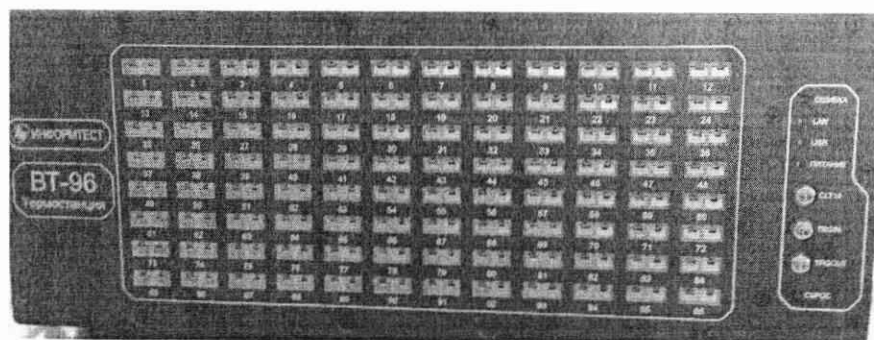

Рисунок 2 - Лицевая панель ВТ-96
1.4.3 Для подключения термопар на лицевой стороне ВТ-96 (см. рисунок 2) находятся 96 миниатюрных полярных термопарных соединителей PCC-SMP-U фирмы OMEGA Engineering (см. приложение А). Контакты соединителей выполнены из меди для обеспечения универсальности и независимости от типа подключаемых термопар. Разъемы обеспечивают надежное подключение термопар и при этом простоту подключения и отключения. Внутри корпуса на контактах разъемов расположены 24 (по одной на четыре соединителя) изотермальные пластины с термисторами для измерения температуры «холодного спая» подключаемых термопар. Благодаря электроизолирующим теплопроводящим прокладкам обеспечивается максимальное тепловое взаимодействие с контактами подключенных термопар, и, следовательно, увеличенная точность измерения температуры «холодного спая» для каждой подключенной термопары.
1.4.4 Для индикации состояния устройства на лицевой панели ВТ-96 (см. рисунок 2) расположены индикаторы:
1.4.5 На лицевой панели ВТ-96 (см. рисунок 2) располагаются разъемы триггерных событий («TRGIN», «TRGOUT»), разъем тактовой частоты 10 МГц «CLT10», предназначенные для обеспечения синхронной работы с другими устройствами.
- в виде шильдика с названием, десятичным и заводским номером на задней стороне (см. рисунок 2).